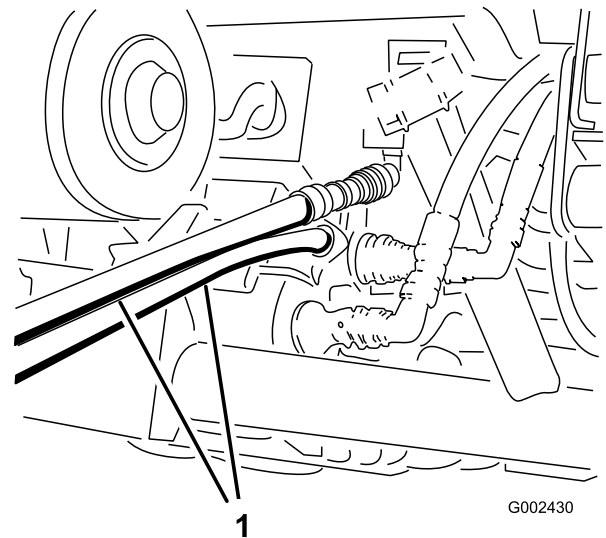

Figura 86
4. Sull'altro veicolo, collegate i 2 flessibili all'attacco ancora nella relativa staffa (collegate il flessibile superiore all'attacco superiore e il flessibile inferiore all'attacco inferiore) come illustrato nella Figura 86.